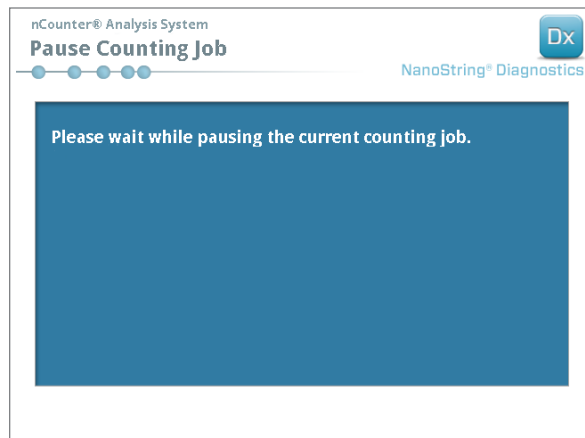

ABBILDUNG 6.7: Der Bildschirm „Pause Counting Job“ (Erfassungsvorgang pausieren)
6. Um ein Magazin zu einem Digital Analyzer hinzuzufügen, der bereits Daten erfasst, drücken Sie auf dem Bildschirm „Counting Cartridges“ (Magazine erfassen) auf **Pause** (Pausieren). Es kann einige Minuten dauern, bis der Digital Analyzer einen Punkt erreicht, der sich zum Anhalten eignet (ABBILDUNG 6.7). Wenn das der Fall ist, wird die Tür entriegelt. Setzen Sie die neue Cartridge in einen leeren Steckplatz oder ersetzen Sie eine Cartridge, die bereits gescannt wurde. Drücken Sie auf **Resume** (Fortsetzen). Die Tür sollte wieder verriegelt werden und die Datenerfassung sollte da fortgesetzt werden, wo sie unterbrochen wurde.